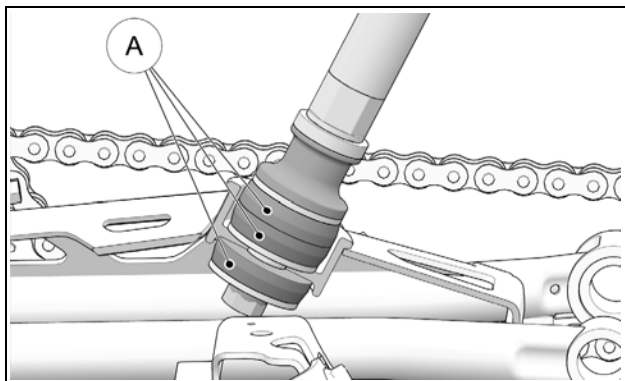

Figure 32
Vérifier l'état des amortisseurs de caoutchouc (A) au bras de couplage. S'ils montrent des déformations, des fissures ou une usure importante, ils doivent être remplacés. Figure 32.